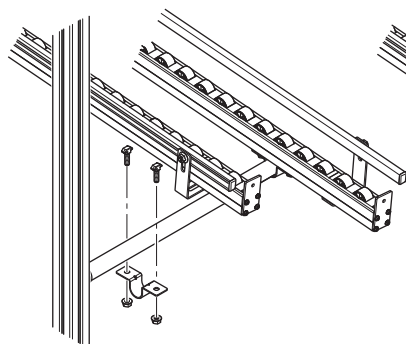
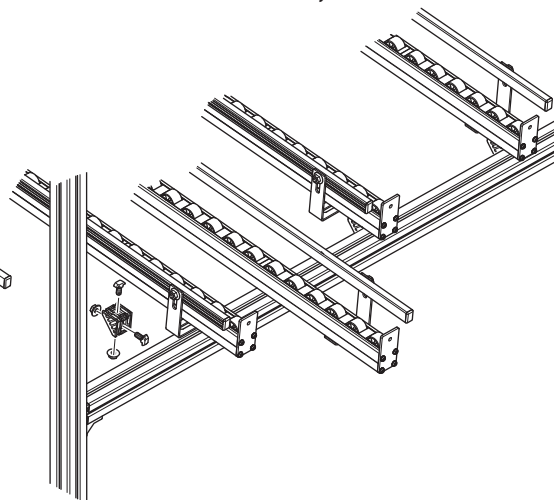

Fig. 24a
Fig. 25
3. Bahnen gemäß Fig. 24a/b oder Fig. 25 montieren.
3. Assemble tracks according to Fig. 24a/b or Fig. 25.
3. Monter les voies selon les Fig. 24a/b ou Fig. 25.
3. Montare le linee come da Fig. 24a/b o Fig. 25.
3. Montar las líneas según la Fig. 24a/b ó Fig. 25.
3. Montar as pistas conforme Fig. 24a/b ou Fig. 25.